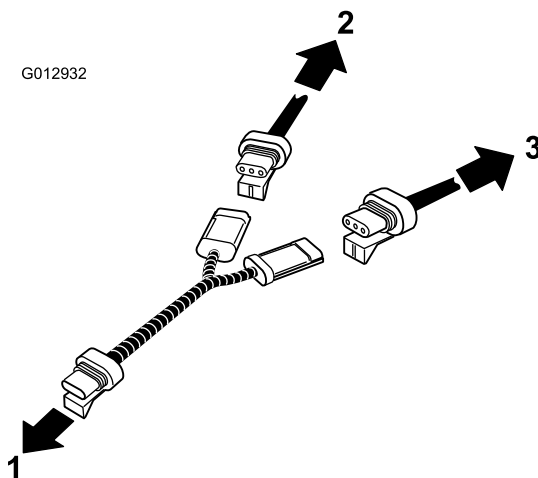

Figure 14
17. Montez le faisceau de câblage en Y du compteur de vitesse entre le capteur de vitesse et les faisceaux de câblage du système de pulvérisation et existant. Branchez le capteur de vitesse au faisceau de câblage existant et au faisceau de câblage du système de pulvérisation (Figure 14).